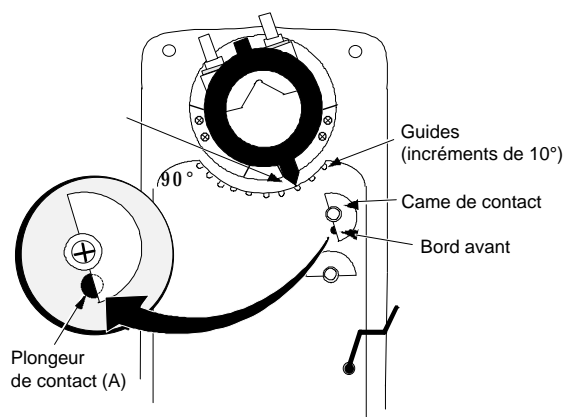

Figure 13 : Came de contact (A) représentée avec un réglage d'angle de 20°
2. Tournez la came du contact A vers la gauche et alignez le bord avant de la came du contact sur le plongeur du contact jusqu'à ce que le plongeur s'abaisse. (Figure 13)